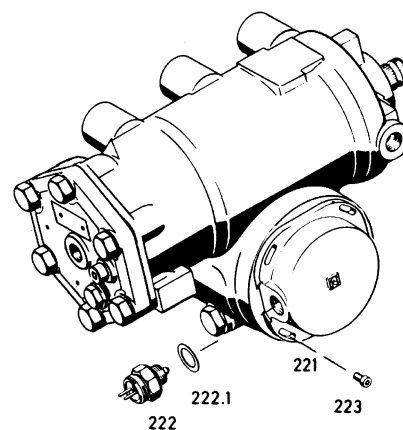

Рис. 17
Повернуть рулевое управление из среднего положения налево и направо. Контакт выключателя (222) должен открываться при соответственно $5^{\circ} \pm 10\%$ поворота рулевой сошки (соответствует $110^{\circ} \pm 10\%$ на рулевом колесе) (**Рис. 17**). Обращать внимание на равномерный поворот слева и справа, при необходимости откорректировать симметрию области включения вращением крышки (221).